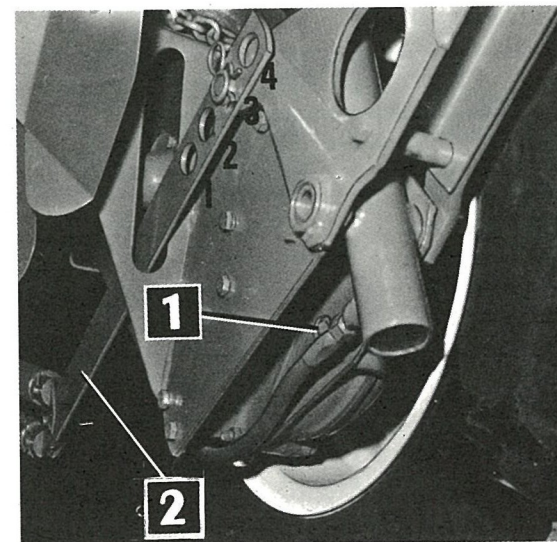

FIG. 5A
- accrocher les tirants 2 - Fig. 5A au trou n° 2.